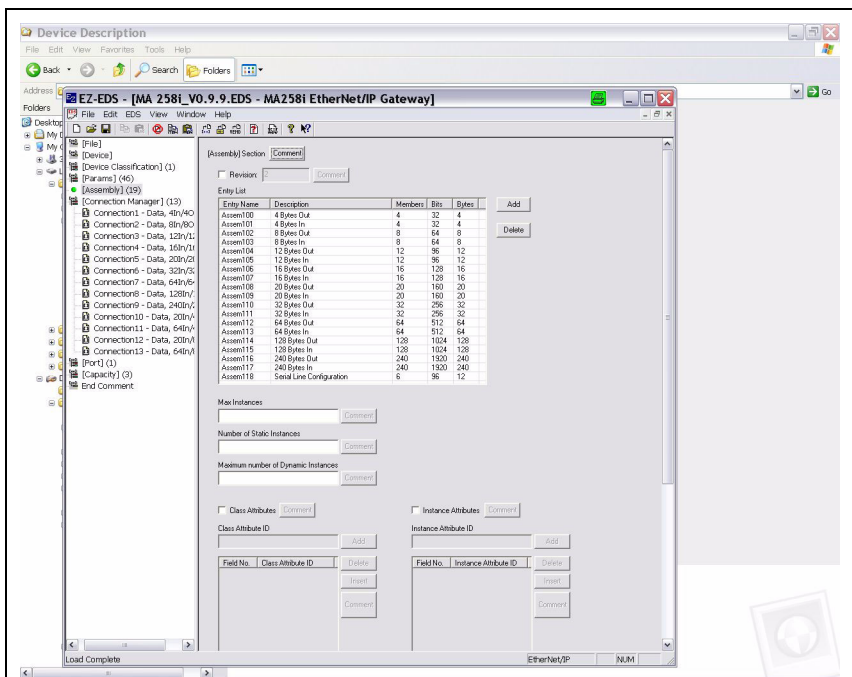

Figura 12.5: Assembly list
*) In figura 12.5 sono riportate le possibili lunghezze dei dati; nella pratica, occorre selezionare qui il numero di byte adeguate all'applicazione in questione. Per consigli al riguardo consultare il capitolo «Specifiche per terminali Leuze» a pagina 98.